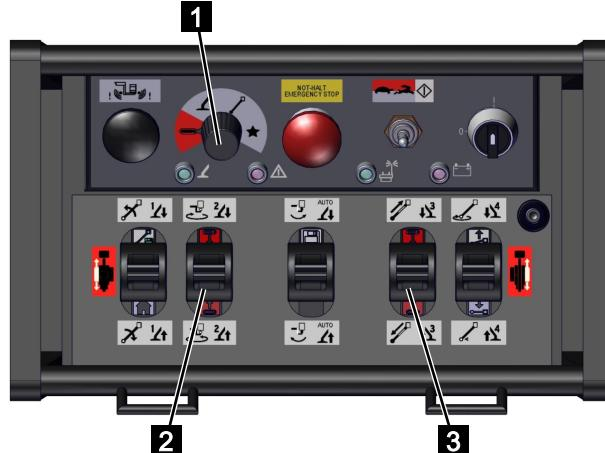

Abb. 136
2. Den Funktionswahlschalter an der Funksteuerung auf [Kettenfunktion] (rot) (Abb.136/3) stellen.
3. Mit den Steuerhebeln (Abb.136/1 und 2) das Kettenfahrwerk gemäß nachfolgender Tabelle bedienen.